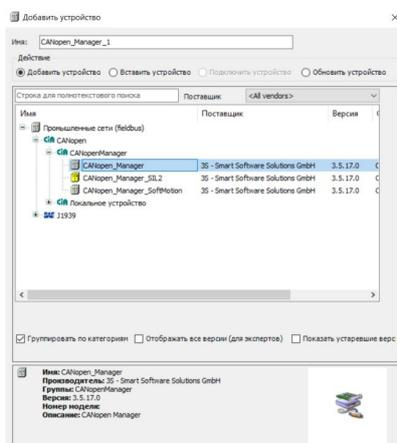

Рис.7 Добавление CANopen_Manager
3. Далее Пользователю требуется нажать правой кнопкой мыши на объект "CANbus (CANbus)" и, выбрав "Добавить устройство...", перейти в категорию "Промышленные сети (fieldbus) > CANopen > CANopenManager", выбрать объект "CANopen_Manager" и двойным щелчком добавить его в дерево проекта (Рис. 7). Далее, Пользователь должен закрыть окно добавления устройств.